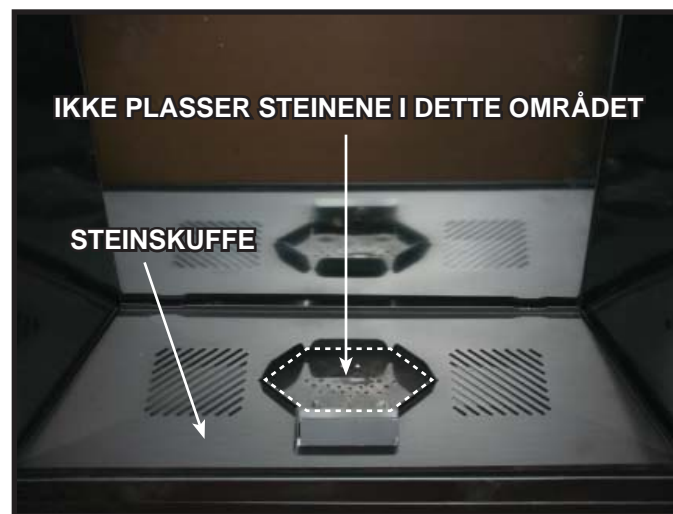

Fig. 14.8
5. Spre steinen eller onyksen jevnt, utover i steinskuffen. Se fig. 14.9. **IKKE** plasser steiner i brennerområdet eller foran pilotbrenneren. Se Fig. 14.8.